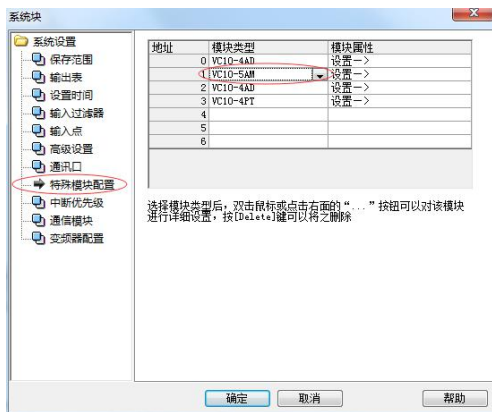
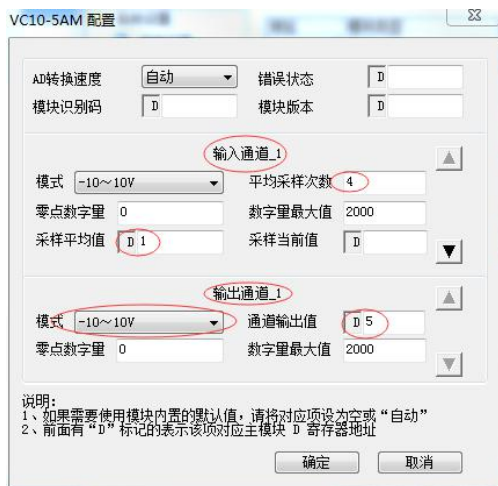

图 4-1 设置扩展模块类型
图 4-2 设置扩展模块参数
9. BFM#4094 为模块软件版本信息。自动显示在后台软件的 VC10-5AM 配置界面上的**模块版本**栏，见图 4-2。
例：VC10-5AM 模块地址为 1 (扩展模块的编址方法，参见《VC10 系列可编程控制器用户手册》)，使用其第 1、2、3、4 通道，输入电压信号 (-10V~10V)，输入通道平均值点数设为 4，并且用数据寄存器 D1、D2、D3、D4 接收平均值转换结果；输出通道置模式 0，输出电压信号 10V，使用 D5 单元。如图 4-1，设置扩展模块的类型；然后如图 4-2，设置扩展模块实际使用的参数。图示为设置第 1 通道和输出通道的参数，同样的方法分别设置其它 3 个输入通道。